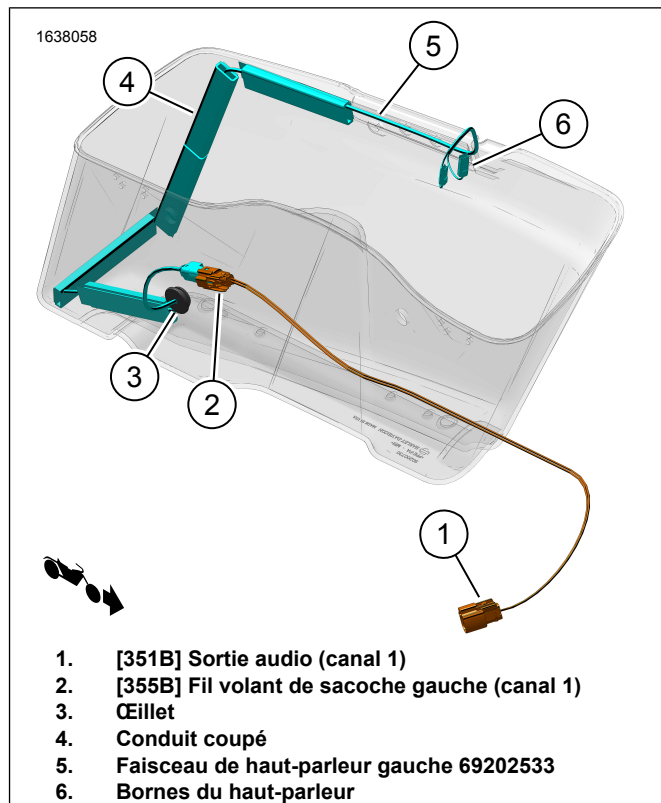
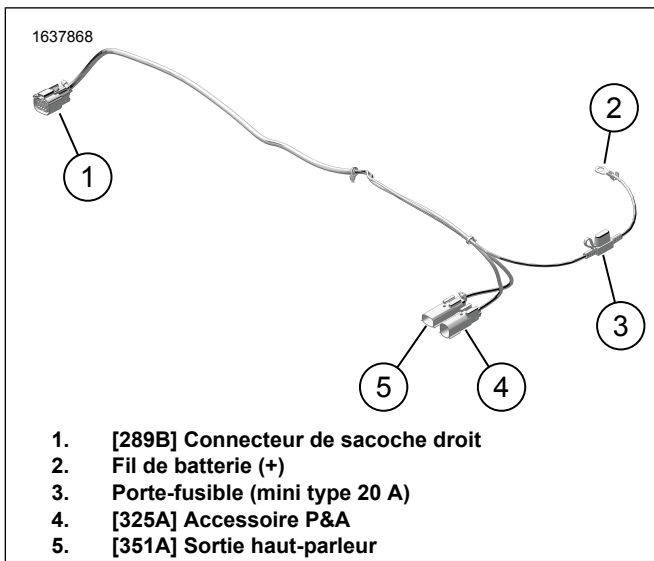
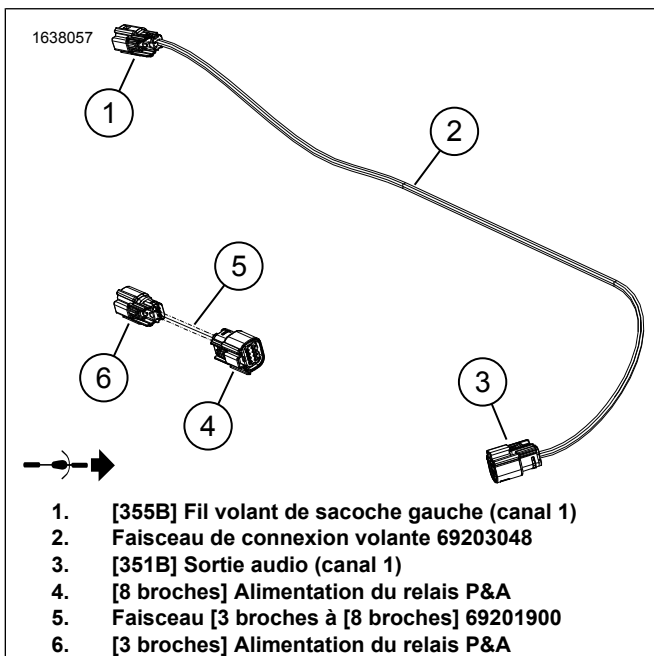

Figure 4. Acheminement du faisceau de sacoche gauche
Figure 15. Faisceau externe 69202870
Figure 16. Faisceaux de connexion volante
12. Figure 4 Installer le faisceau de haut-parleurs gauche.
- b. Figure 4 Acheminer le faisceau de fils (5) comme indiqué.
1. Figure 15 Connecter le fil de la batterie (+) (2) à la borne de la batterie (+). Consulter le manuel d'entretien.
- a. Figure 15 Acheminer [325A] (4) jusqu'au côté gauche du cadre du véhicule.
- b. Figure 16 Connecter [3 broches] (6) du faisceau de connexion volante (5) à [325A] (4) du faisceau externe 69202870. Figure 15
- a. Acheminer [325A] (4) le long du côté droit du cadre du véhicule.
- b. Figure 15 Connecter [325A] au connecteur P&A [325B]. Situé sous la zone du couvercle côté droit.
4. Figure 15 Acheminer la branche [289B] (1) du faisceau externe le long du cadre et du support de garde-boue. À l'aide de serre-câbles, installer le faisceau aux points d'ancrage sans serrer les serre-câbles. Ne pas serrer les serre-câbles.
8. Figure 16 Acheminer et installer le faisceau de connexion volante 69203048 (2).
- a. Figure 16 Connecter [355B] (1) du faisceau de connexion volante (2) au faisceau de haut-parleur de la sacoche gauche (5). Figure 4
- c. Figure 16 Acheminer [351B] (3) sur le faisceau de connexion volante 69203048 (2) vers [351A] (5) sur le faisceau externe 69202870. Figure 15
10. Figure 1 Installer un fusible de 20 A (18) dans le porte-fusible du faisceau externe (3). Figure 15
- a. Connecter [360LA] à gauche (L).
- b. Connecter [360RA] à droite (R).
4. Figure 15 Connecter à [351A] (5).